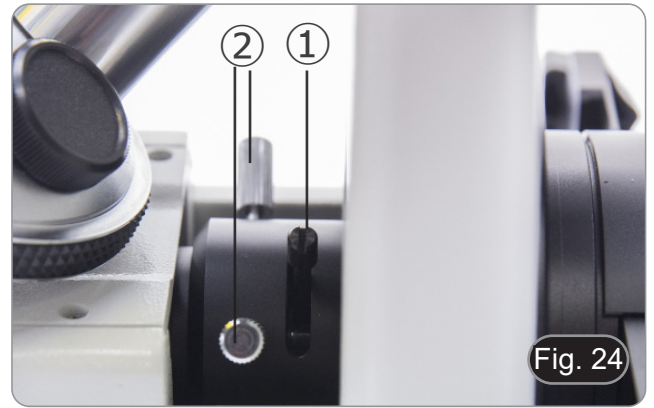

Fig. 24
2. Gire a alavanca do diafragma de campo ① para fechar completamente o diafragma. (Fig. 24)
3. Gire os dois parafusos de centralização ② para colocar a imagem do diafragma no centro do campo de visão.